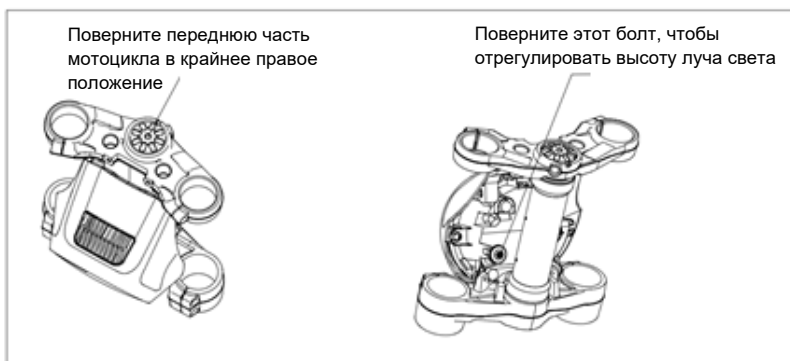

Рис. 10
4.8. Регулировка фар (Рис. 10)